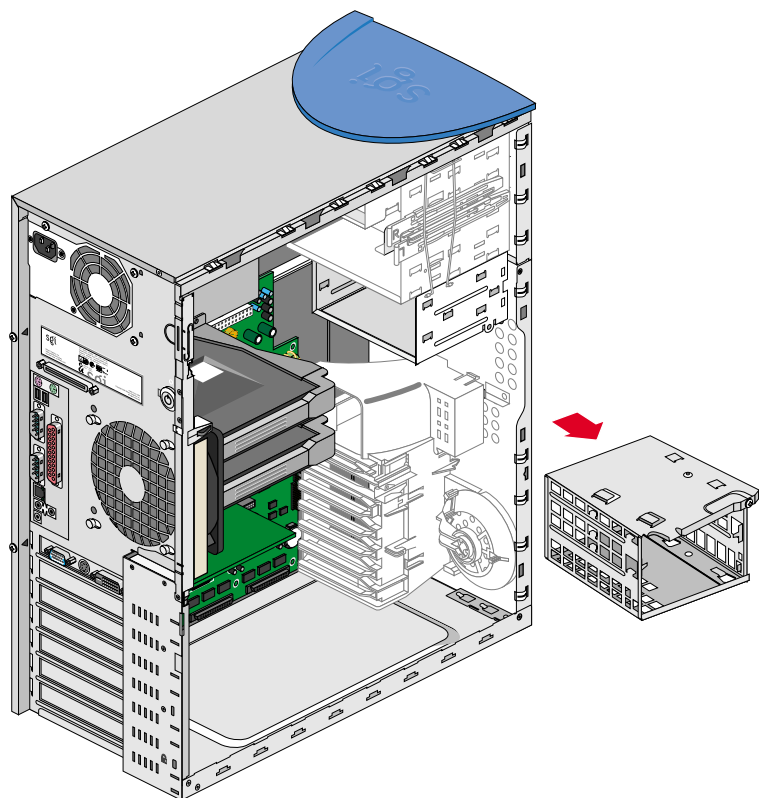

図 2-19 ドライブケージの取り外し
6. ネジが外れたら、内部ドライブのブラケットを前方にそっと引っ張ればブラケットを簡単に取り外すことができます。図2-19に、システムからのブラケットの取り外しを示します。